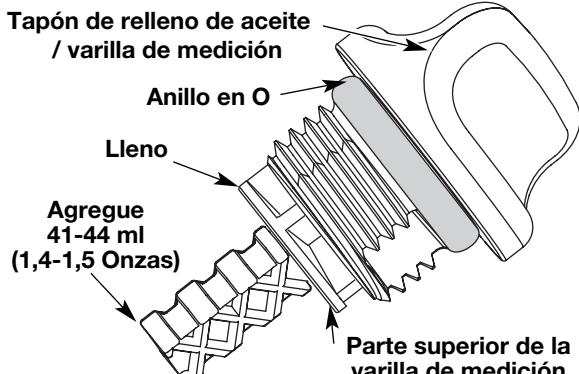

Fig. 24
5. Retire el tapón de llenado de aceite / varilla de medición e inspeccione el nivel del aceite. El aceite debe llegar hasta la parte superior de la varilla de medición (Fig. 24).